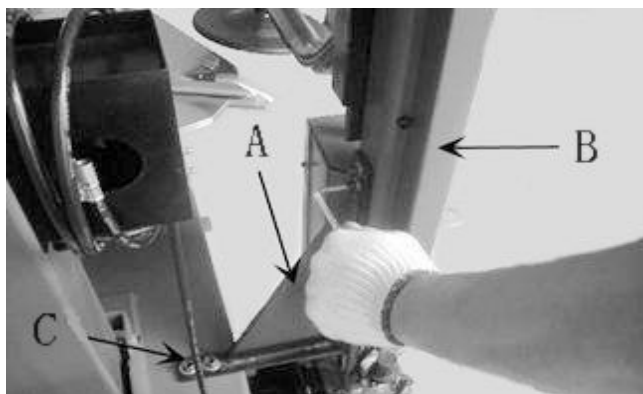
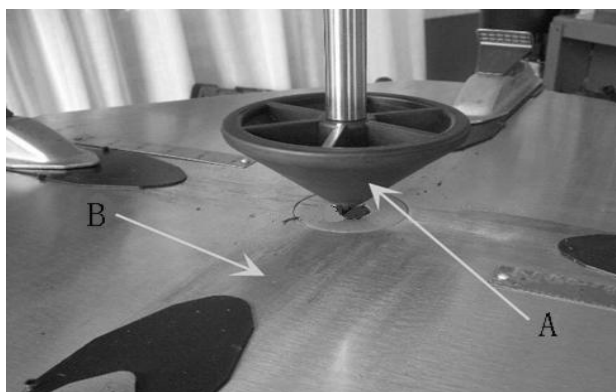

Рис. 7-4
Рис. 7-6
7.1.5 С помощью опорного кронштейна (Рис.7-4 А) соедините кронштейн корпуса с корпусом и вставьте болт для фиксации.
7.1.7 Подключите источник подачи воздуха, вставьте соединительный стержень конического ролика (Рис. 7-6 А) в отверстие вращающегося штифта (Рис.7-6 В) вращающейся ручки. Вручную настройте распределительный клапан так, чтобы кончик конического ролика совпадал с центром поворотного стэнда (Рис.7-7) . Если он не совпадает, с помощью отвертки отрегулируйте положение основания (Рис.7-4) так, чтобы они совпадали. После того, как отрегулируете, зафиксируйте болт.